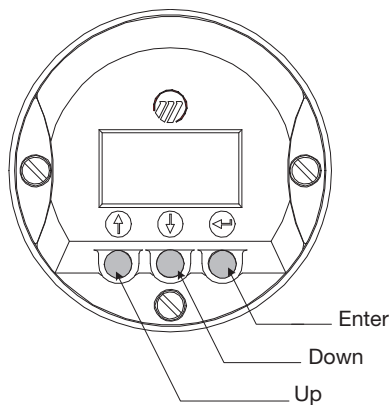

Figura 2
3. Use as setas Para Cima (↑) e Para Baixo (↓) para passar de uma etapa do programa de configuração para a próxima etapa. Veja a Figura 2.